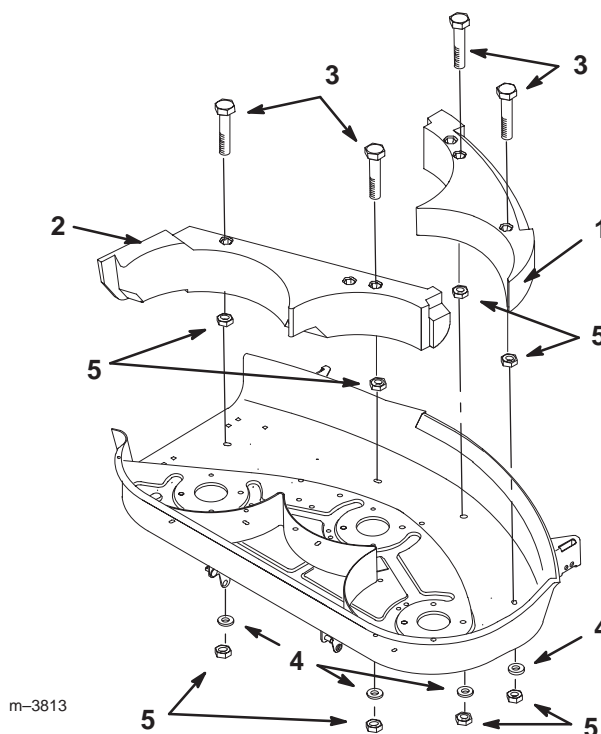

Figure 12
2. Montez le déflecteur gauche et le déflecteur droit dans la chambre de coupe de sorte que les pattes prolongées soient verrouillées ensemble. Fixez-les avec 4 contre-écrous (5/16 pouce) et 4 rondelles de blocage (Fig. 12).